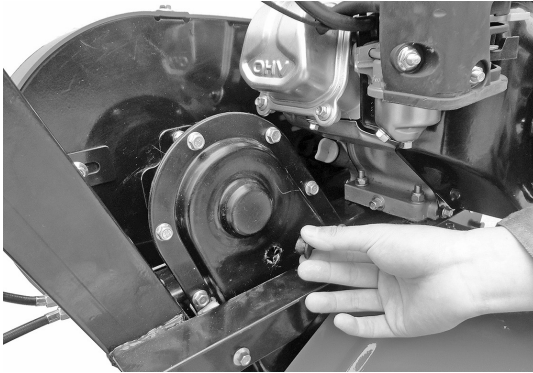

Abbildung 4
- Legen Sie die Motorhacke auf eine horizontale Fläche und entfernen Sie den Deckel (siehe Abb. 4).